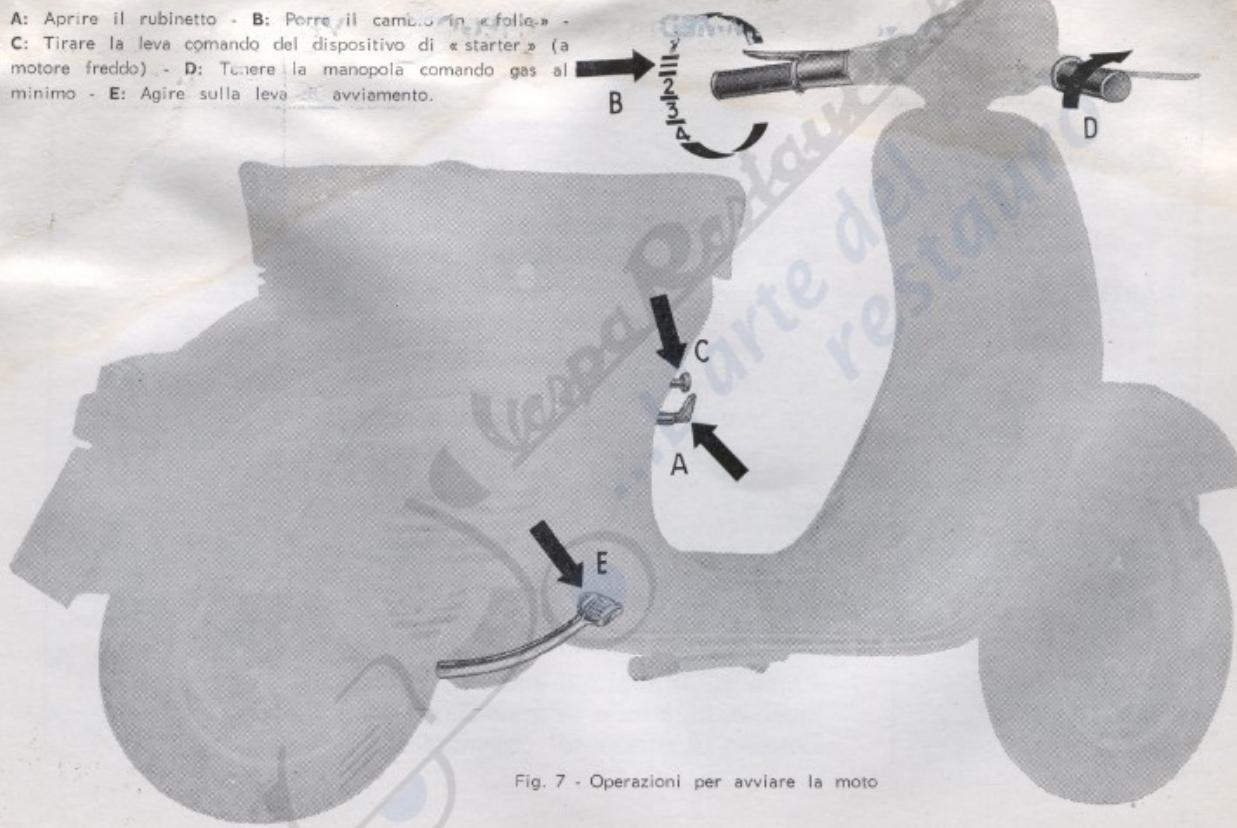
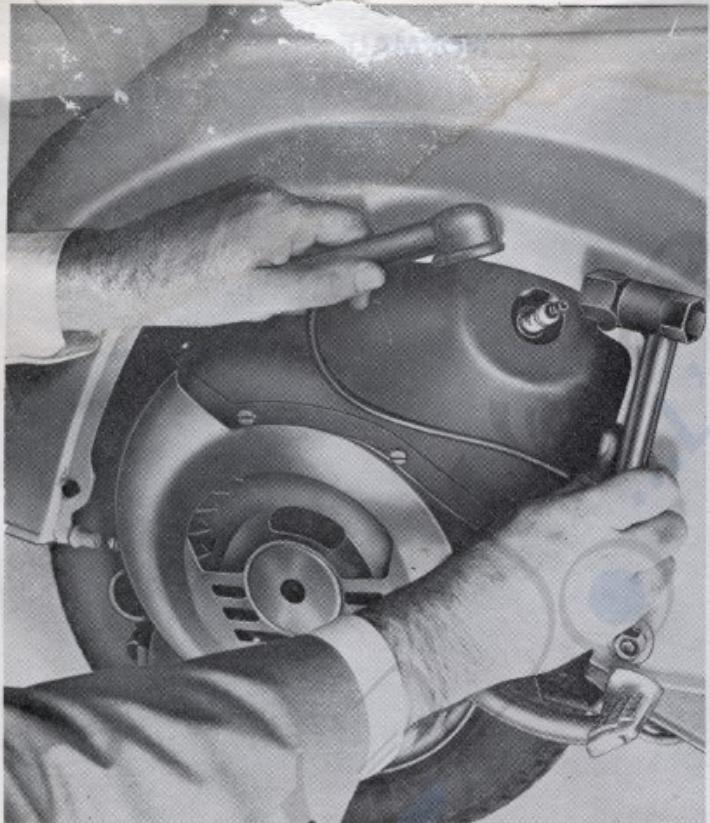

Fig. 7 - Operazioni per avviare la moto
Fig. 10 - Smontaggio della candela
PARTENZA	— Con motore al minimo, tirare la leva della frizione e ruotare la manopola del cambio nella posizione della 1.a velocità (fig. 7). Per avviare il veicolo, lasciare con dolcezza la leva della frizione e dare gas (ruotare la manopola destra sul manubrio).
- Chiudere il rubinetto miscela (« A », fig. 7), **togliere la candela** (ved. norme di pag. 18 e fig. 10) e pulirla, far com-piere al motore alcuni giri azionando il pedale della messa in moto.